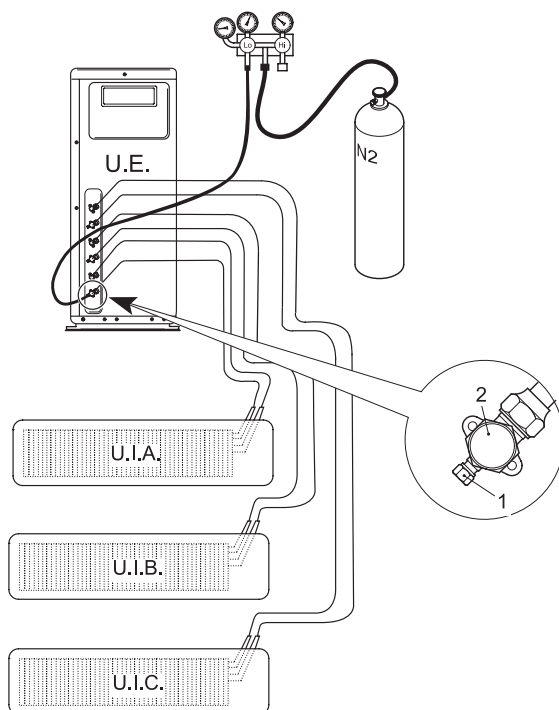

fig. 23 -
- Con le valvole di servizio dell'unità esterna completamente chiuse rimuovere il tappo della presa di servizio (part 1 - "fig. 23 -") ed il bocchettone (part 2 - "fig. 23 -") della valvola del gas (la più grande)